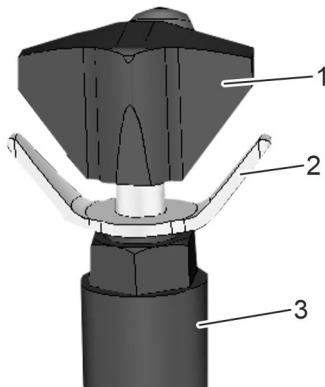

Abb. 17: Druckeinstellventil
2. ➤ Verstelleicherung (Abb. 17/2) lösen. Dazu gegen den Uhrzeigersinn drehen.
3. ➤ Drehregler (Abb. 17/1) gegen den Uhrzeigersinn drehen. Komplette öffnen.
Während des Vorhubs den Druck einstellen. Dazu weiße Taste gedrückt halten und Drehregler (Abb. 17/1) langsam im Uhrzeigersinn drehen. Druckanzeige beachten.